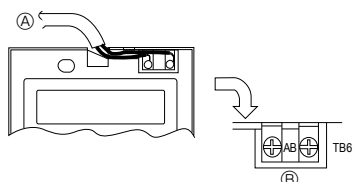

Fig. 6-4
2) Procedure di collegamento (Fig. 6-4)
- ① Collegare il cavo del telecomando al blocco terminale.